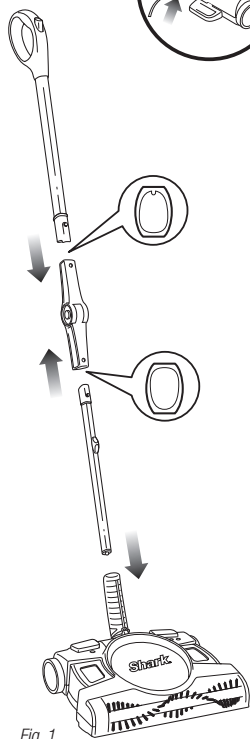

Fig. 1
- 1 Assemblez les tubes inférieur et supérieur du manche avec l'articulation coudée afin de former le manche pliant Backsaver^{MC} de Shark^{MD}. Ensuite, insérez le manche dans la base de votre aspirateur sans fil pour tapis et planchers. (fig. 1)